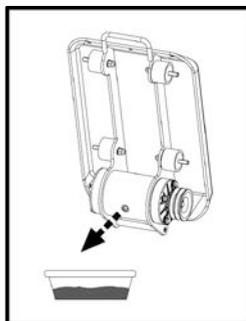

Fig. 11
6. Retirez le bouchon sur le dessus du boîtier du vibrateur. Retournez complètement le boîtier afin d'évacuer l'huile du vibrateur (fig. 11).